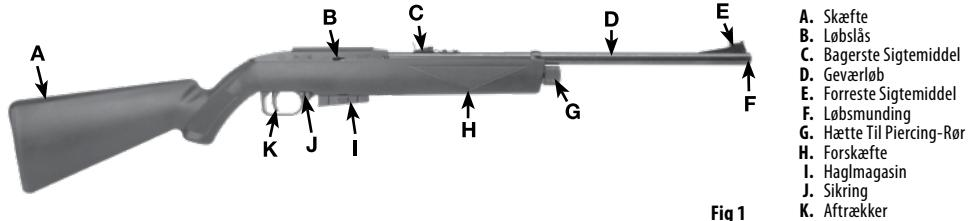

Fig 1
- Find våbenets sikring direkte foran aftrækkeren (Fig. 1).